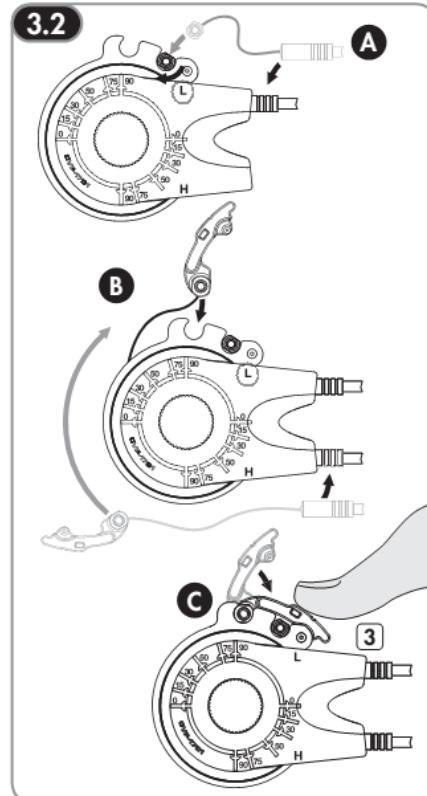

Abbildung 12 : Wiedereinsetzen der Kabel der Gangschaltung, um das Rad wieder zu montieren
- 6 - Die Kabel und Kabelzüge entsprechend der Schritte A, B und C in Abbildung 12 anbringen. Überprüfen Sie, ob der Schnapper richtig eingerastet ist.